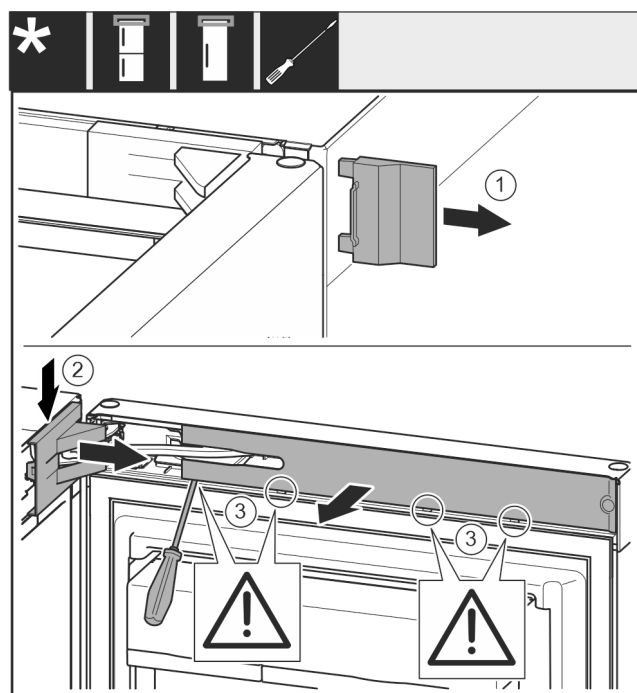

Fig. 5
- ▶ Ta bort det yttre skyddet. Fig. 5 (1)
- ▶ Haka av lagerbocksskyddet och lossa det. Ta bort lagerbocksskyddet. Fig. 5 (2)
- ▶ Lossa panelen med hjälp av en spårskruvmejsel och vrid den åt sidan. Fig. 5 (3)